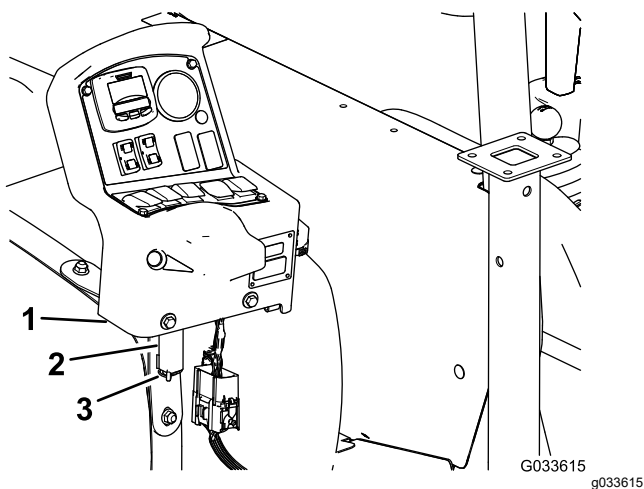

Figura 134
7. Demontați consola de pe suportul de montare a consolei de la bordul mainii și aliniați fusul de basculare de la consola de comandă cu suportul de depozitare de la chinga frontală a rezervorului (Figura 134); consultați Montarea consolei de comandă la maină \(Pagină 20\).
8. Asamblai consola pe suport și fixai fusul de basculare pe suport cu tiftul în formă de agrafă (Figura 134).